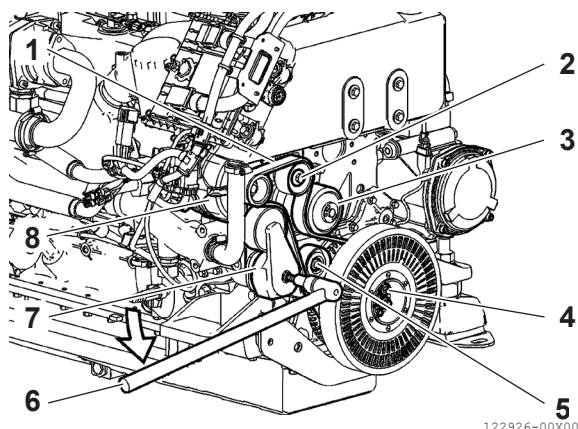

Figura 20
2. Rimuovere la cinghia (**Figura 20, (1)**) agendo sul tendicinghia automatico (**Figura 20, (7)**) utilizzando lo strumento designato (**Figura 20, (6)**), dall'alternatore (**Figura 20, (8)**), dalla pompa dell'acqua (**Figura 20, (3)**), dalle pulegge (**Figura 20, (2)**) e (**Figura 20, (5)**), dalla puleggia dell'albero motore (**Figura 20, (4)**).
5. Utilizzare lo strumento designato (**Figura 20, (6)**) sul tendicinghia automatico (**Figura 20, (7)**) per montare la nuova cinghia nella posizione operativa.
6. Non sono necessarie ulteriori regolazioni. La tensione della cinghia viene regolata automaticamente dalla molla calibrata nel tendicinghia automatico (**Figura 20, (7)**).